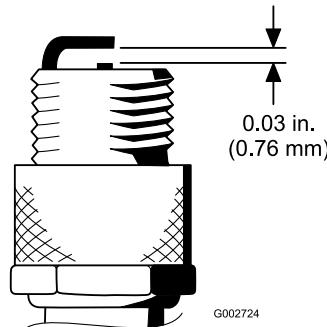

图 29
4. 将中心电极与侧电极之间的气隙设置为0.76mm请参阅图 29。安装已设定正确气隙、带密封垫片的火花塞并将火花塞拧紧至23Nm。如果没有使用扭矩扳手请牢固拧紧火花塞。